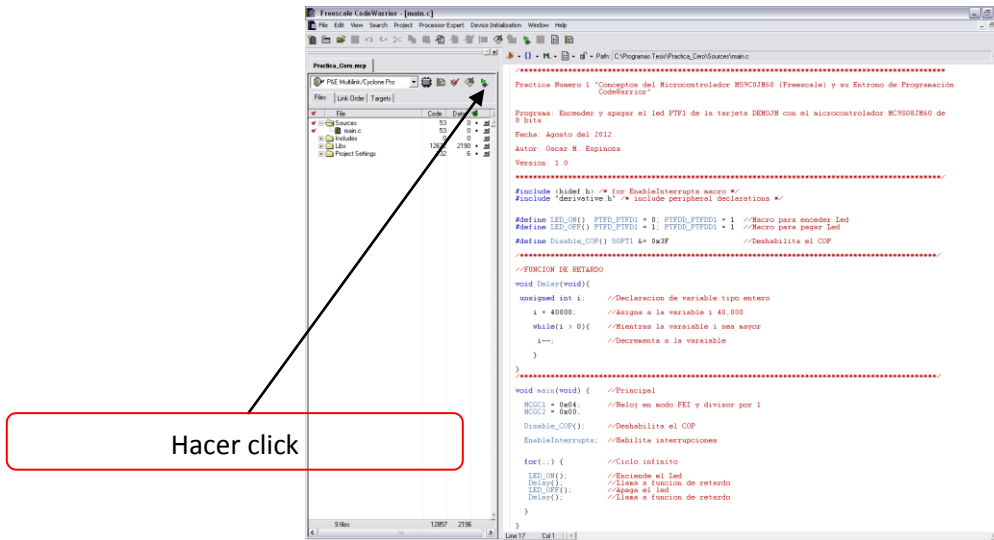

Figura 3.12 Icono Debug para transferir el programa al microcontrolador.
6. Transferir el programa que realizamos al microcontrolador es de la siguiente manera, figura 3.12.